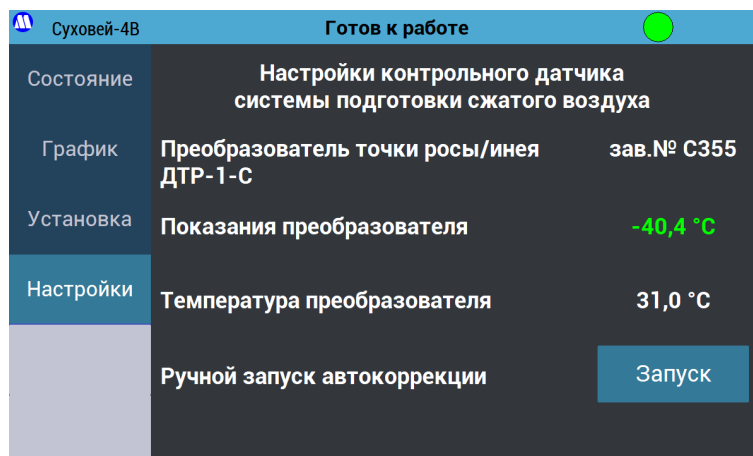

Рисунок 20 – Экран «Настройки контрольного датчика системы подготовки сжатого воздуха».
7.2.11.3. Кнопка «**Настройки контрольного датчика**» открывает меню (Рисунок 20), в котором отображаются заводской номер контрольного датчика системы подготовки сжатого воздуха и его показания. Особенностью применяемого в качестве контрольного датчика преобразователя точки росы/инея ДТР-1-С (номер ФИФОЕИ 83117-21) является возможность автокоррекции градуировочной характеристики, которая позволяет скорректировать дрейф его градуировочной характеристики при низкой влажности. Если показания контрольного датчика отображаются красным цветом – автокоррекция не проводилась; зеленым – автокоррекция проведена. Нажатие кнопки «Запуск» запустит автокоррекцию принудительно. Процедура займет около 1 минуты; в процессе сенсор ДТР-1-С будет нагреваться до 52 °С.